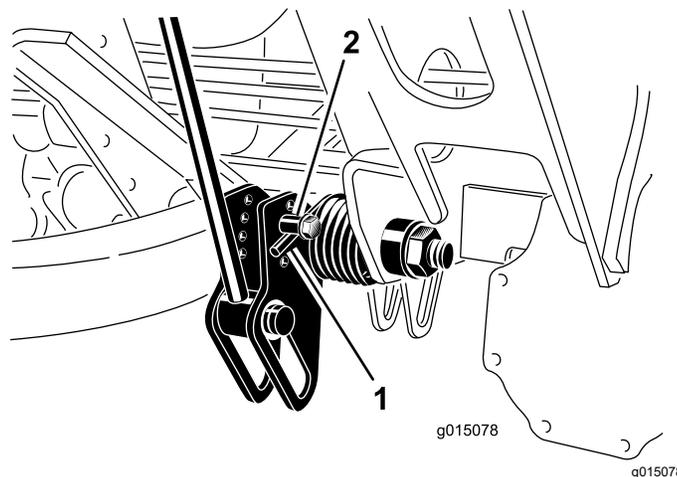

Figura 71
2. Coloque un tubo u otro objeto similar sobre el extremo largo del muelle para aliviar la tensión durante el ajuste (Figura 71).
3. Para aliviar la tensión del muelle, retire el perno y la contratuerca que sujetan el actuador del muelle al soporte (Figura 71).